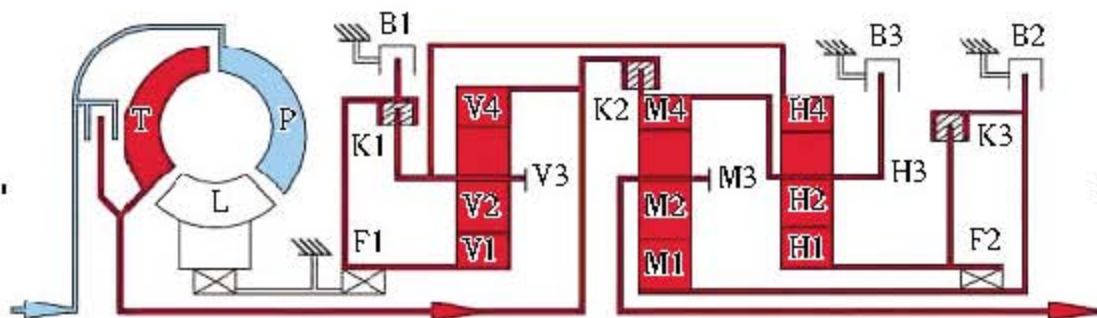

图1 变速器内部传动路线
- 5). 由于维修资料中故障说明涉及面较广，同时涉及到的元件又有很多，而且用户反映变速器阀体已经在其他修理厂更换过，所以笔者建议用户做变速器大修。从各挡离合器和制动器工作表(附表)中可以看出，在3挡时，离合器K1和K2工作，4挡时离合器K3也参加了工作，这点从变速器的4挡传动图(图1)中也可以看出。4挡时，离合器K1工作，前行星齿轮架V3和前太阳齿轮V1被锁定在一起，前行星齿轮组被锁止为整体转动。离合器K2工作并传递输入转速到后行星齿轮架H3，H3与前内齿圈V4同速转动，被锁定的后行星齿轮组同时和后行星架H3、中内齿圈M4连接，后行星齿轮组被锁止为整体转动。离合器K2传递输入转速到中内齿圈M4，离合器K3工作，将中太阳轮M3和后太阳轮H3连接在一起，中行星齿轮组被锁止为整体转动并实现传动比为1的输出。